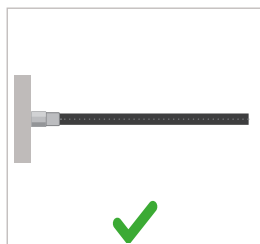
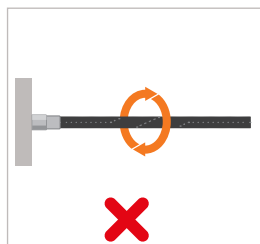

Figure 9
Figure 10
- ▶ Ne tordez pas le flexible lors du vissage (*Figure 9 et Figure 10*).